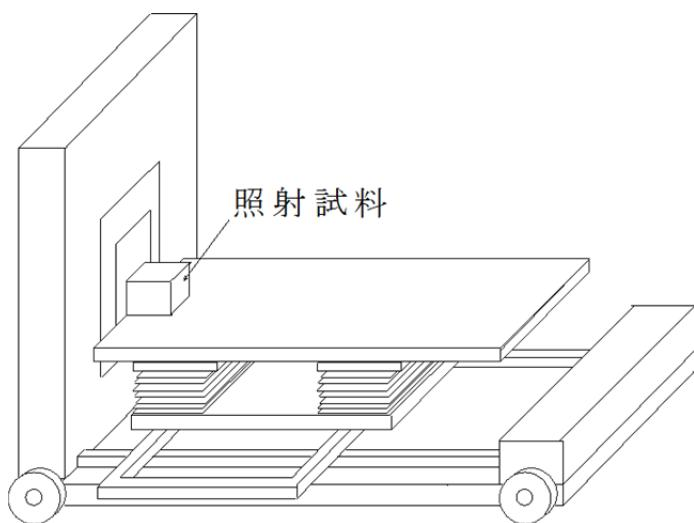

図 2. 大型試料輸送台車による照射実験の実験体系の例
- ・大型試料輸送台車による実験利用では、図 2 に示すように、コリメータ出口に合わせて、照射台上に照射試料を配置する。